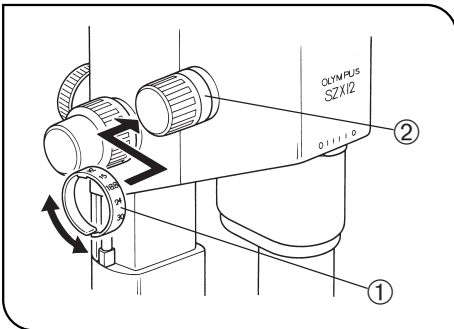

Abb. 16
**4 Vergrößerungsanzeigerung (Abb. 16)**